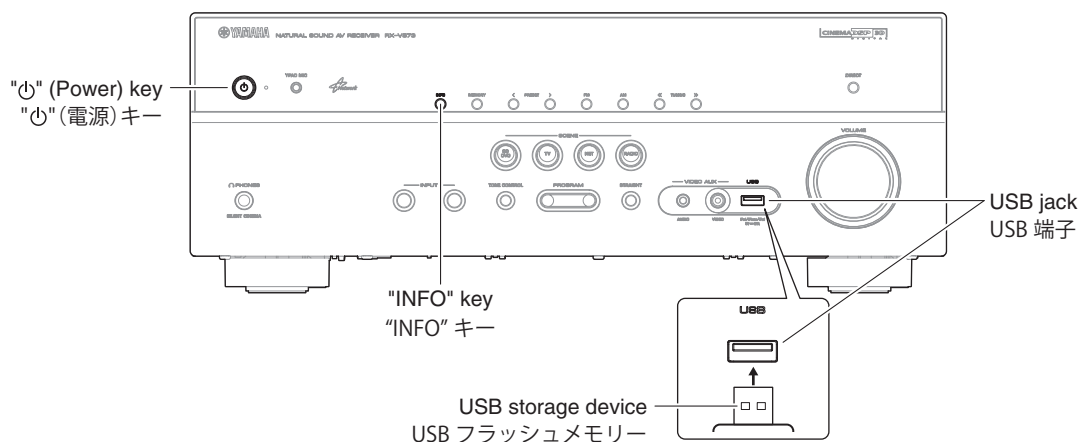

Fig. 1
(Fig. 1)
2. While pressing the "INFO" key, connect the power cable to the AC outlet. (Fig. 1)
5. Press the "Power" key to turn off the power. (Fig. 1)
6. Remove the USB storage device from the USB jack. (Fig. 1)
1. USB 端子に USB フラッシュメモリを差し込みます。(Fig. 1)
2. "INFO" キーを押しながら、電源コードを AC コンセントに接続します。(Fig. 1)
5. "Power" (電源) キーを押して電源を切ります。(Fig. 1)
6. USB 端子から USB フラッシュメモリを抜きます。(Fig. 1)